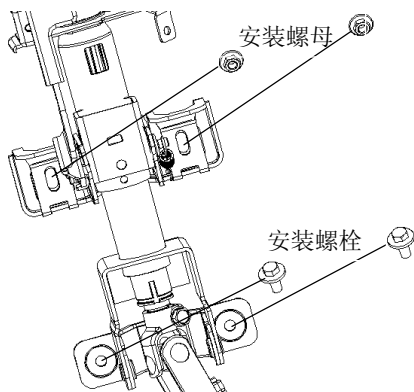

图 5.2-12
(1) 从转向管柱上脱开接头和线束卡扣。
(2) 拆下 2 个安装螺栓和 2 个安装螺母，取下转向管柱及万向节。如图 5.2-12 所示。